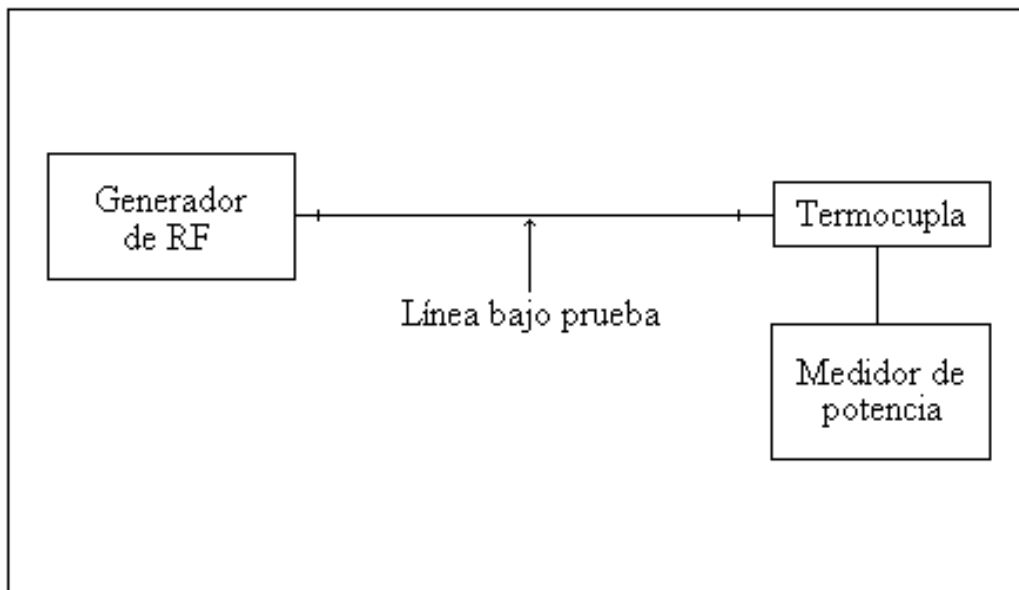

Figura 1.2. Sistema para medir pérdidas en los cables.
1. Monte el sistema mostrado en la figura 1.2, con la potencia de salida del generador al valor mínimo.